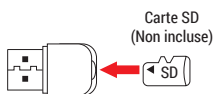

Figure 2: Lecteur de carte (non inclus)
2. Insérer la carte SD dans le lecteur de carte (non inclus) (Figure 2) puis le brancher à votre ordinateur.